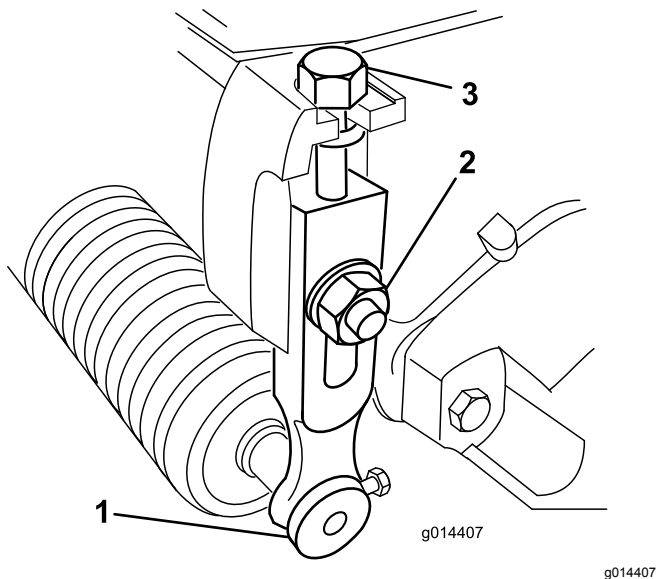

Рисунок 9
1. Ослабьте контргайки крепления рычагов регулировки высоты скашивания к боковым пластинам режущего блока (Рисунок 9).